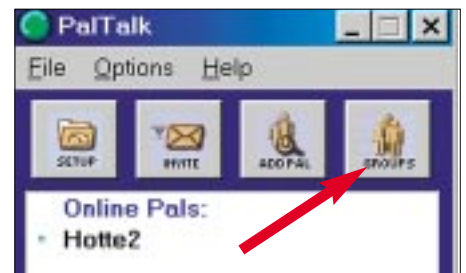

Bild 2: Im Eröffnungsfenster führt der markierte Button zu den einzelnen Themengruppen.
kabel mit kräftiger Schirmung, bei dem alle Adern mit dem Schirm zusammengelötet sind. Mit zwei Drehkondensatoren habe ich jeweils für die Frequenzen 3525 kHz (CW) und für 3775 kHz (SSB) das SWR-Minimum bestimmt. Für den Kondensator C_s ergaben sich 120pF bzw. 90pF. C_a konnte bei meiner Antenne entfallen (Bild 2). Ich habe die Kondensatoren ausgemessen und, wie Bild 3 demonstriert, durch RG-213-Kabelstücke ersetzt, auf der einen Seite Seele, auf der anderen Seite Mantel angeschlossen. Die Werte dieser Kapazitäten sind aufbauabhängig und kritisch. Zunächst arbeitete ich mit vier „elevated“ Radials zu je 21 m Länge, die über Büsche und Apfelbäume auf ungefähr 2 m hochgebunden waren. Die Ergebnisse überzeugten mich noch nicht. Eine Messung des Fußpunktwidestands mit einem Analyzer RF-1 brachte Klarheit. Es zeigte sich, daß das durch die Radials nachgebildete Erdnetz das Wichtigste an einer Vertikalantenne ist.